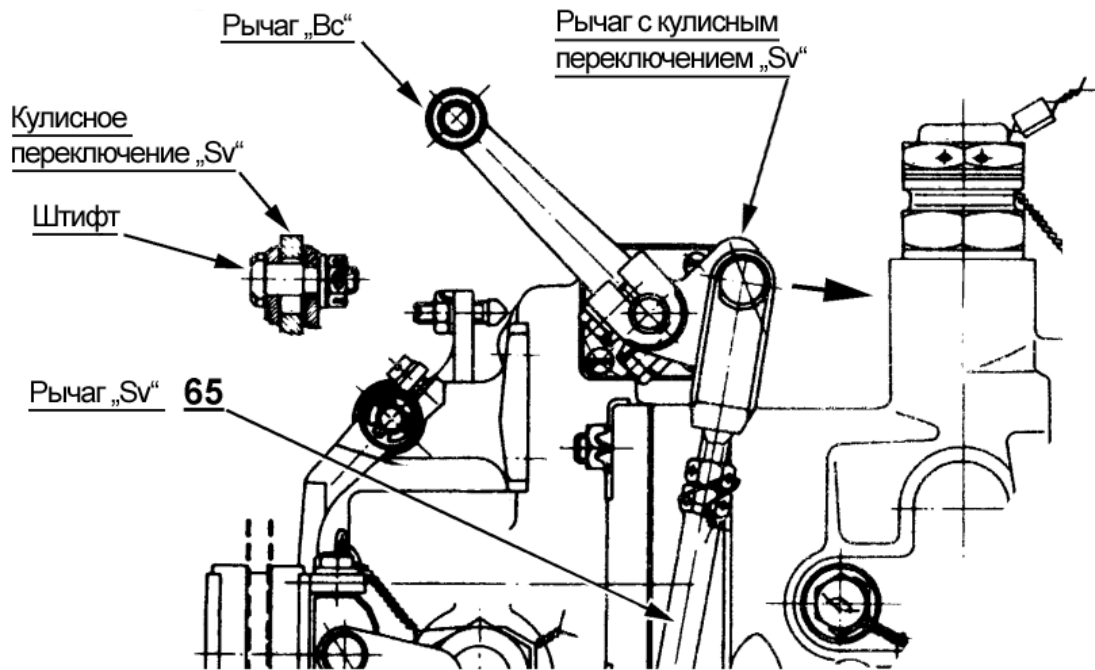
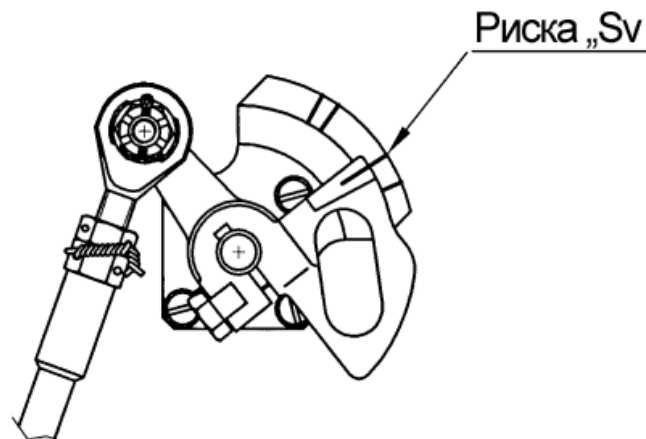

Рисунок 11-17 Разъединение балансира "Sv"
Рисунок 11-19 Регулировка балансира “Sv”
- b) Контролируйте, вынут ли балансир "Sv" [65] из кулисного переключения "Sv" (Рисунок 11-17). Если балансир не вынут, то надо отвинтить гайку и вынуть штифт из вилки балансира. Затем балансир вынуть из кулисного переключения "Sv".
Контролируйте, перекрывается ли риска на тяге с кулачком с риской "Sv" на шкале регулятора (Рисунок 11-19). Если риски не перекрываются, ослабьте предохранительную гайку балансира, которая находится на стороне вилки, ключом "Sv" 1532 924 (из набора инструментов для двигателя). Балансир выдвинуть из кулисного механизма рычага "Sv" (Рисунок 11-17) и вилкой поворачивать в нужном направлении, всегда кратно 180°. Повторить контроль (при вставленной вилке со штифтом) и регулировку длины балансира, стараясь достичь минимально возможного расхождения рисков.
- a) Проверьте, отсоединен ли балансир "Sv" [65] от кулисного переключения "Sv". Если балансир не отсоединен, освободите и отвинтите гайку, извлеките штифт. Затем балансир вынесите за кулисное переключение "Sv" (Рисунок 11-17).